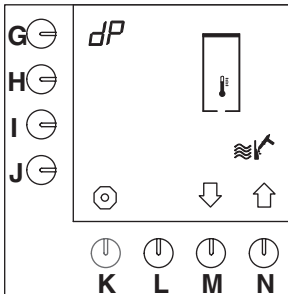

Fig. 21 Start varmtvandssystemets afkalkningsprogram
- Afkalkningsprogrammet vises i displayet (fig. 21).
- Hold programmeringsknappen nede (G.), indtil fig. 21 vises i displayet igen.